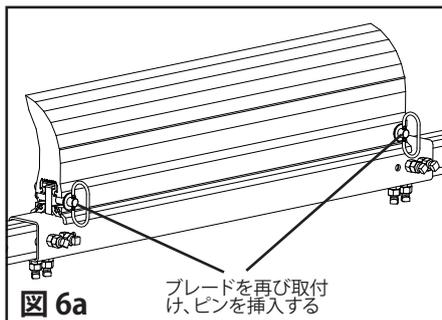
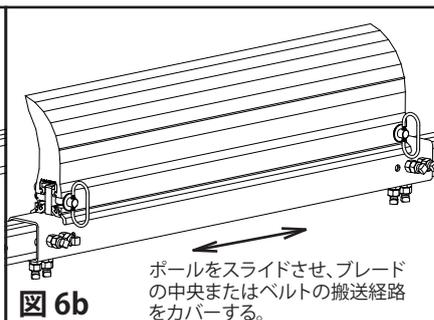

図 6a
図 6b
6. クリーナーをベルトの中央に置き、固定します。ブレードを再び取り付けます。(図6a) ブレードが中央にくるか、搬送経路がカバーできるまでポールをスライドさせます。(図6b)